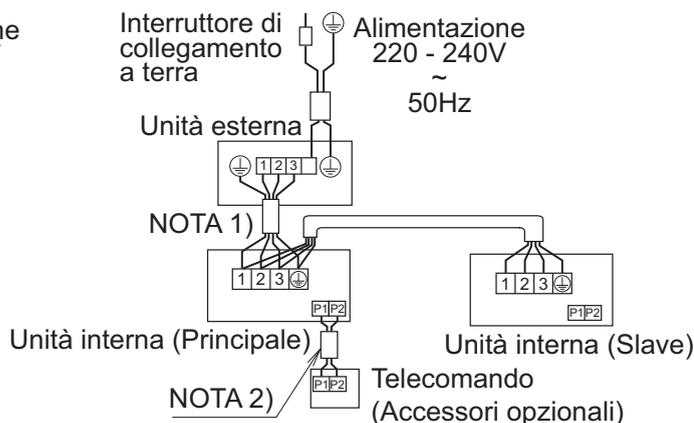

Fig. 41
- **Sistema a funzionamento simultaneo:** 1 comando a distanza comanda 2 unità interne (2 unità interne che funzionano allo stesso modo). **(Fare riferimento alla Fig. 41)**